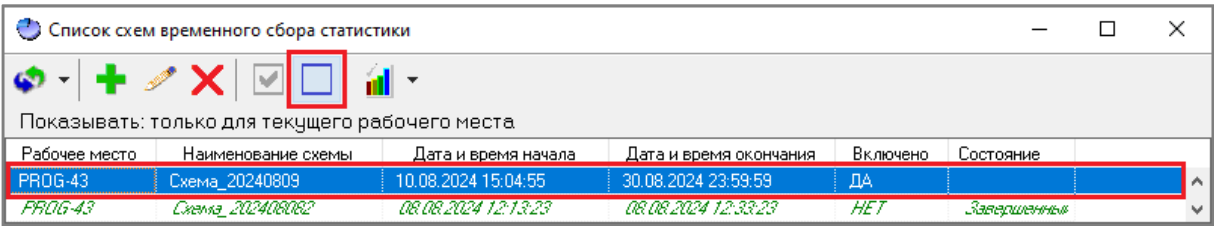

Рисунок 11-120 Отключение схемы ВСС через панель инструментов окна "Список схем временного сбора статистики"
- либо нажмите кнопку «Отключить схему(ы)»  на панели инструментов (см. п. 11.6.1.1) окна «Список схем временного сбора статистики» (см. Рисунок 11-120);